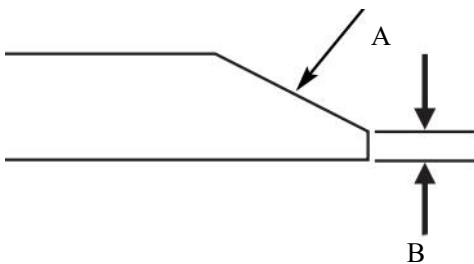

Fig. 13
- Conservez l'angle d'origine (A, Fig. 13) lors de l'affûtage. NE changez PAS l'angle du tranchant de la lame de la tondeuse.